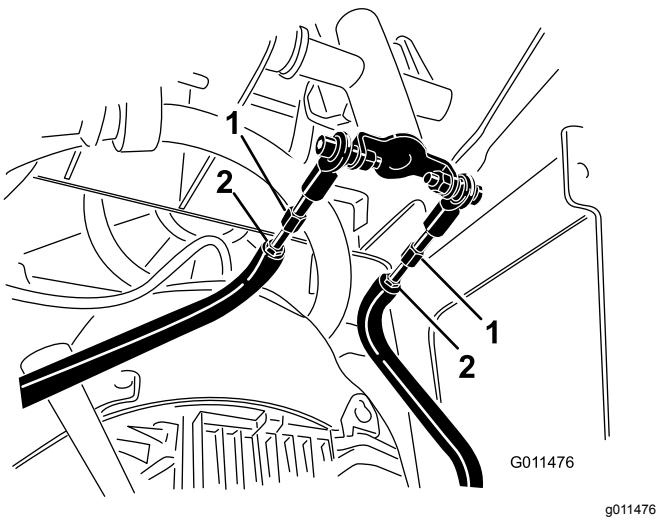

Figura 57
- D. Afloje las contratuerzas de las varillas de tracción, debajo del panel de control (Figura 57).